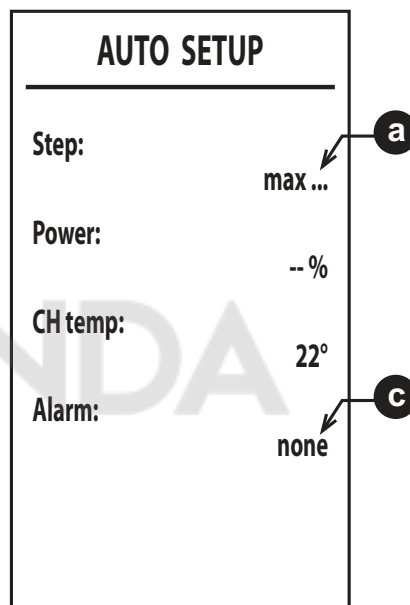

рис. 38
6. После розжига горелка устанавливается на различные мощности (**max, med, min** - макс., сред., мин.), показываемые в точке **a** (рис. 38).
8. Если последовательность розжига, описанная в пункте "6", не дала положительных результатов, появляется сообщение **max_err** в точке **a** и код ошибки в точке **c** (рис. 38).